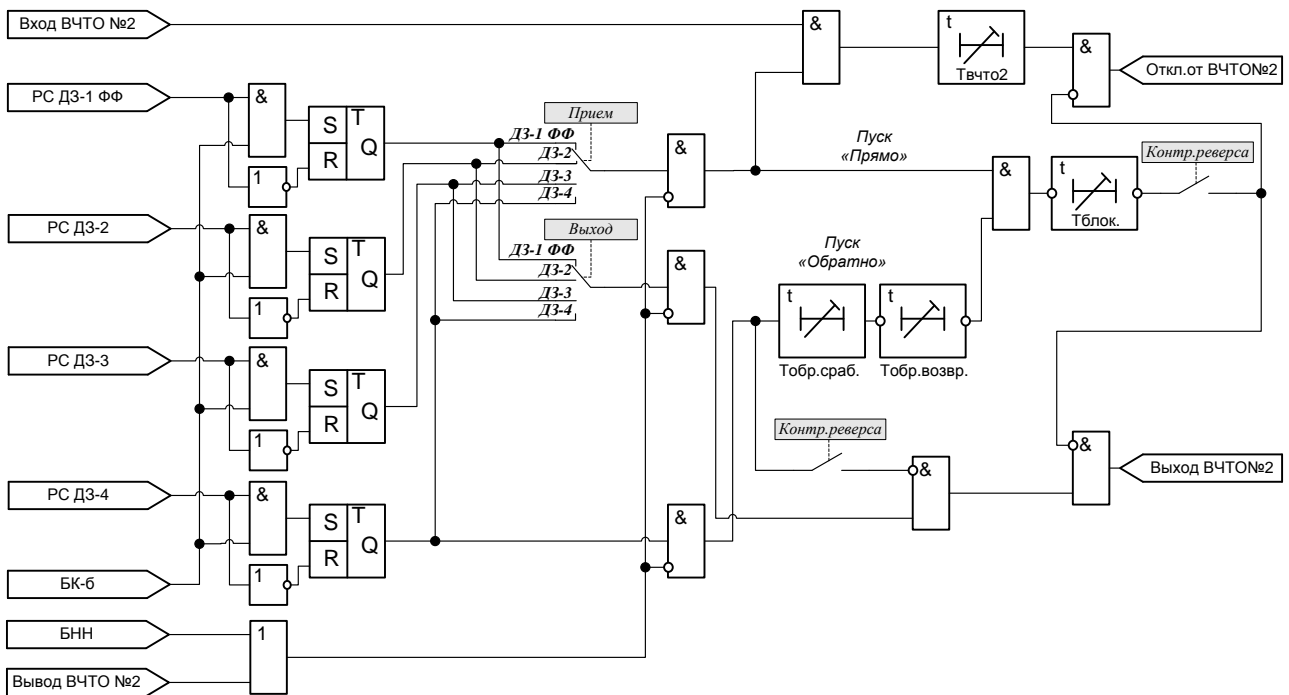

Рисунок 29 – Функционально-логическая схема блока ВЧТО №2
1.2.14.8.3 Прием сигнала *ВЧТО №2* осуществляется с контролем срабатывания ИО сопротивления одной из заданных ступеней ДЗ, с одновременным наличием сигнала ввода быстродействующих защит от БК и отсутствием неисправностей в цепях ТН (рисунок 29). При этом происходит срабатывание защиты на отключение с выдержкой времени определяемой уставкой «Твчто2» в группе «ВЧТО-2». Диапазон значений уставки от 0,02 до 10,00 с, с шагом 0,01 с.